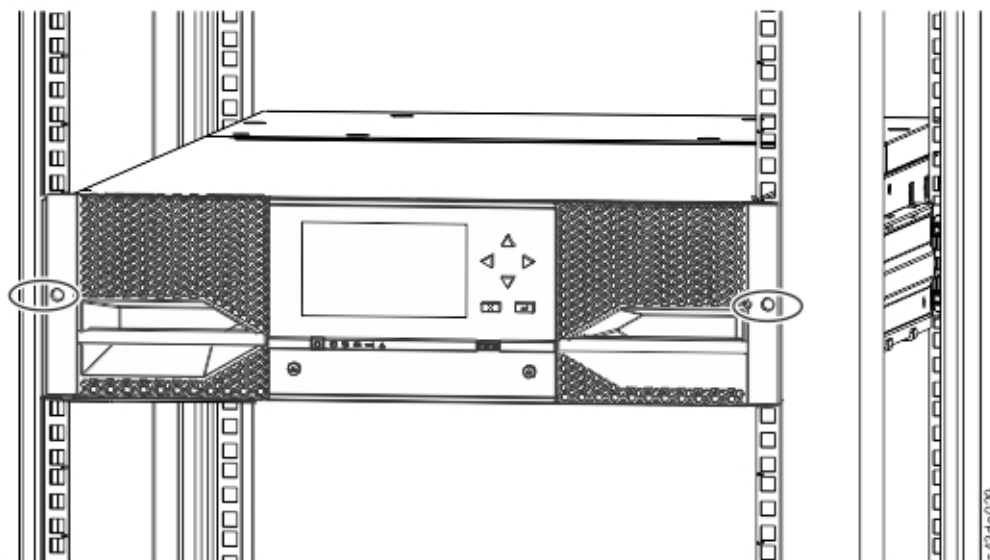

Figura 41. Biblioteca en el bastidor
5. Con un destornillador de estrella, atornille ligeramente el módulo a la parte frontal del bastidor, un tornillo en cada lado. Consulte las áreas señaladas en Figura 41.